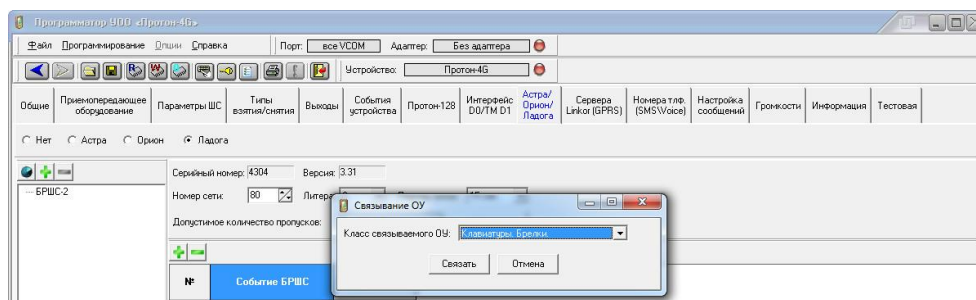

Рисунок 3.47
5) Укажите класс датчика и нажмите связать (рис.3.47).